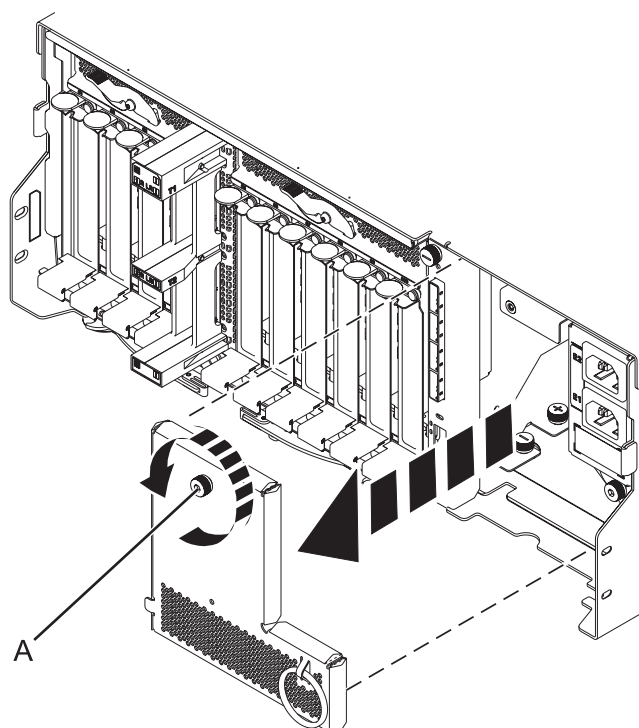

Figura 100. Extracció de la placa de cables d'alimentació
10. Traieu la placa de cables d'alimentació girant el cargol (A) i estirant de la placa per treure-la del sistema, com es mostra a la Figura 100.